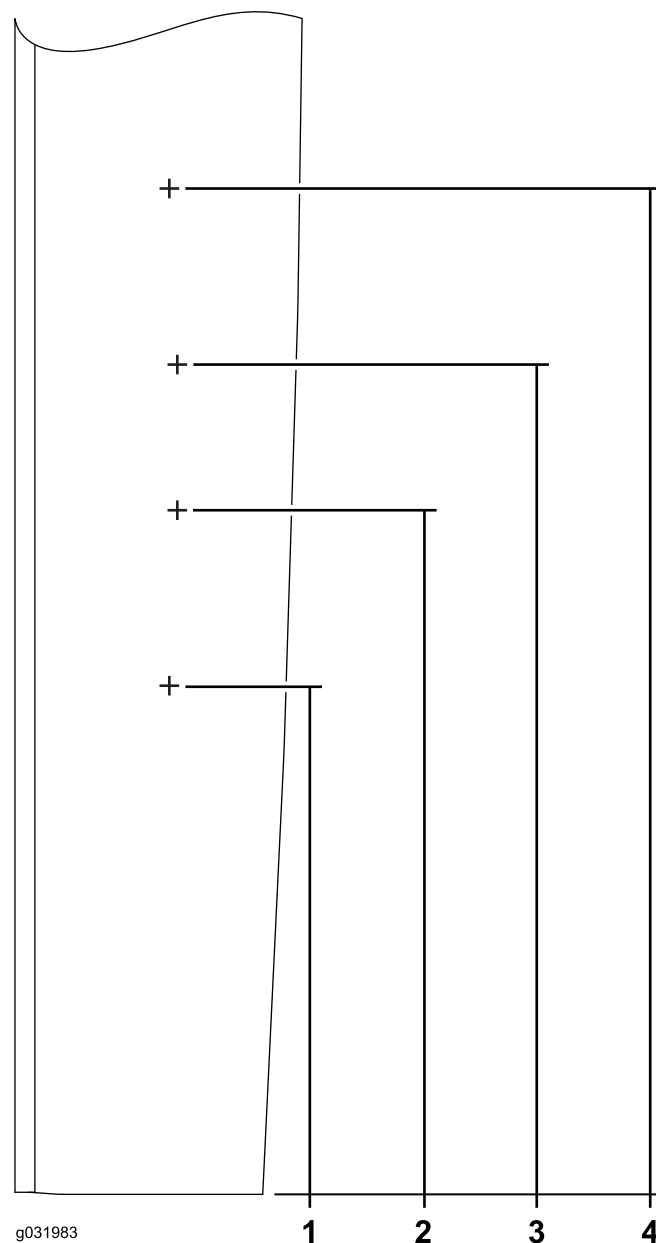
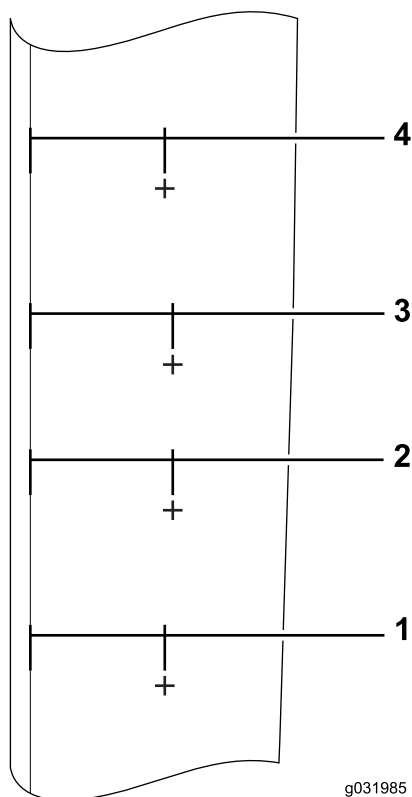

Figura 54
Figura 55
1. Localize e marque os locais seguintes na placa lateral, (Figura 54) e (Figura 55).